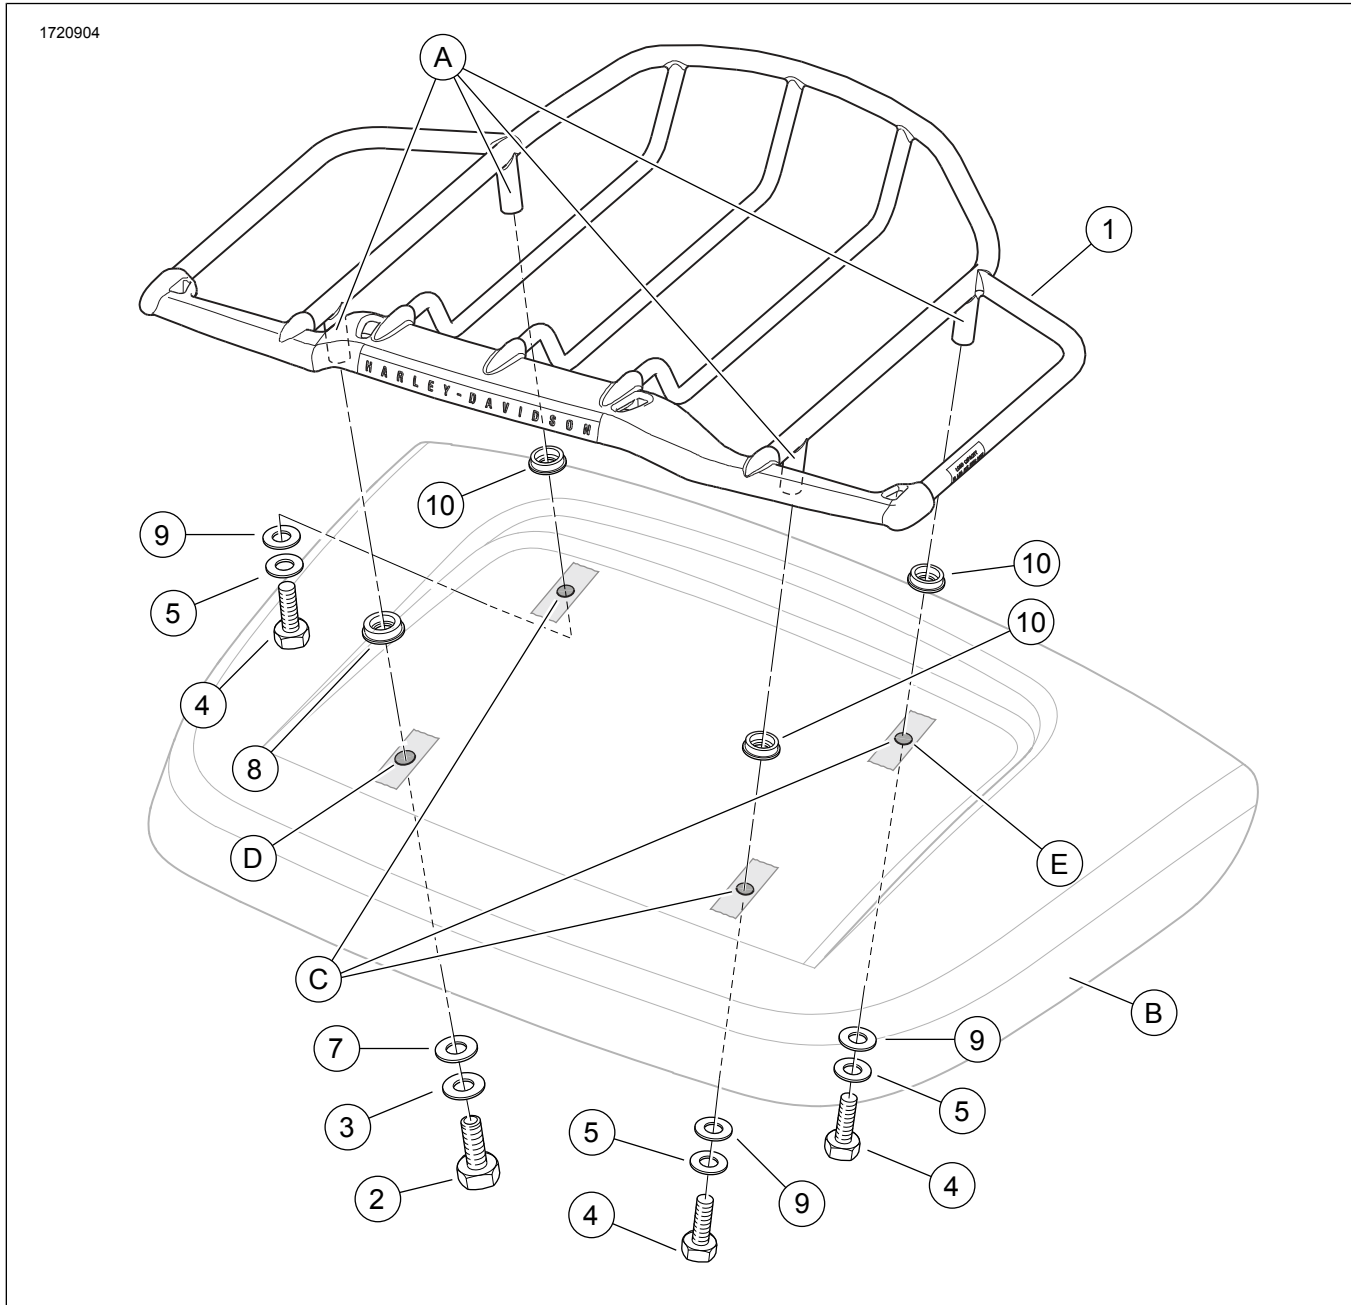

Figure 1. Pièces de rechange, support de couvercle à carénage volant
Consultez Figure 1 et Tableau 1 .
2. Consultez Figure 1 . Faire glisser le coussinets de fixation de **large diamètre** (8) sur la patte arrière gauche.. Faire glisser les trois coussinets de fixation (10) de **petit diamètre** sur chacune des pattes de fixation restantes (A).
3. Ouvrir le coffre et trouver les quatre boutons qui correspondent aux emplacements de perçage (C) et (D).